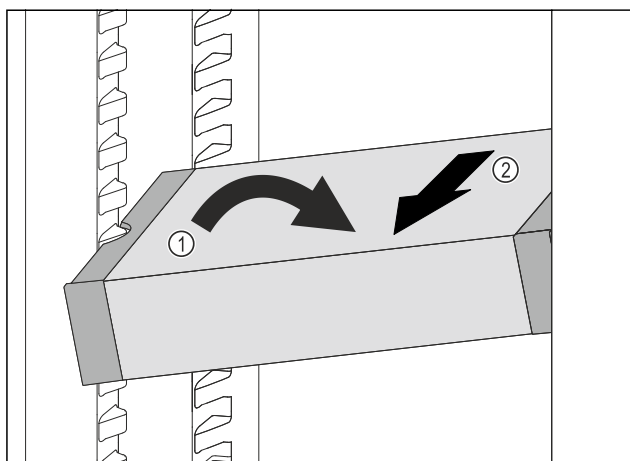

Fig. 135
- VarioSafe ustawić w chłodziarce pod skosem. Fig. 135 (1)
- VarioSafe wyjąć do przodu. Fig. 135 (2)